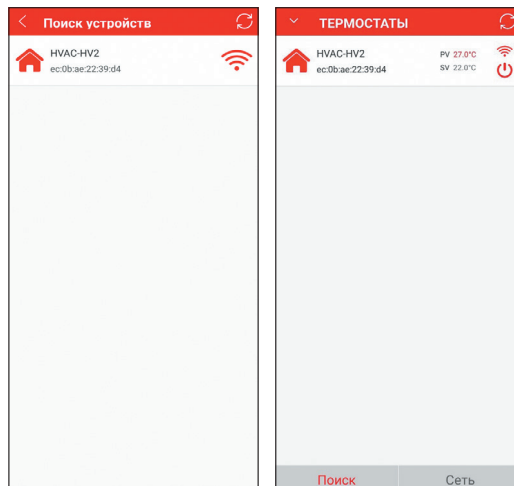

Рис. 10
8.3.3. Нажатием на значок  вернуться в окно «Термостаты» и выберите «Поиск». Обновите окно «Поиск устройств» путем нажатия на значок . В списке появится новый термостат, который можно выбрать нажатием, после чего он появится в окне «Термостаты» (рис. 10).